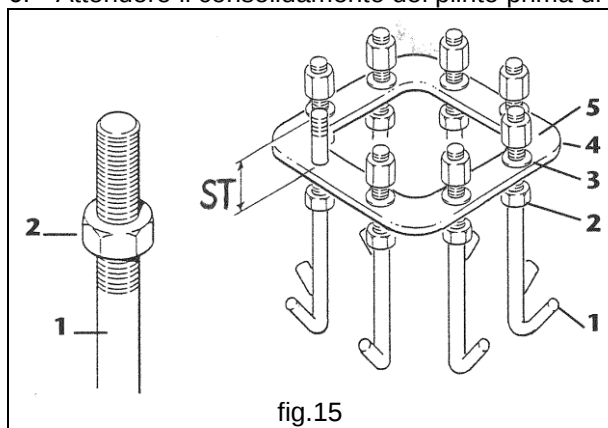

fig.15
1. Avvitare su tutti i tirafondi **1** i dadi bassi **2**, lasciando sporgere la porzione filettata corrispondente alla quota **ST** (fig.15) - (per la sporgenza **ST**, vedi "Sistemi di fissaggio" a pag. 14).